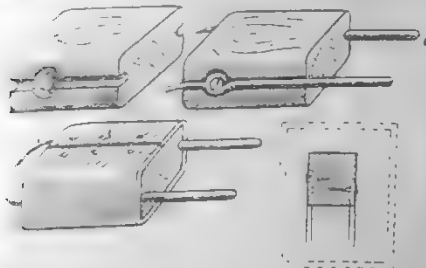

Рис. 2.
2. (Рис. 2). Стержни помещаются в со-
показано на рис. 2 в правом нижнем